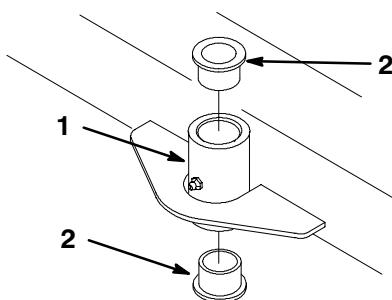

Abbildung 22
- Mit einem Splinttreiber die Buchsen aus dem Bügel herausdrücken (Abb. 22).
- Die Buchsen mit einem Hammer und einer Platte in den Bügel drücken (Abb. 22).